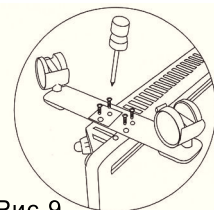

Рис.9
3. приложить планку опорной ножки к месту крепления на конвекторе так, чтобы выпуклая часть планки прилегалась плотно к корпусу конвектора и находилась ближе к его задней стенке, винтовые отверстия должны совпасть (рис. 9).